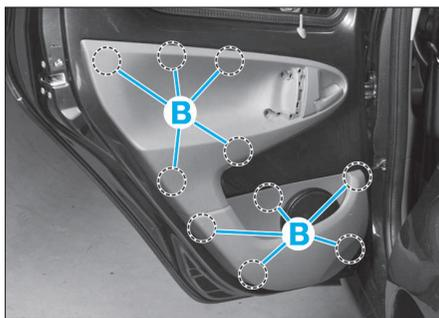

FIG. 85
- A l'aide d'une pince à dégraffer, dégraffer la garniture de porte aux endroits indiqués (B) (Fig.85).